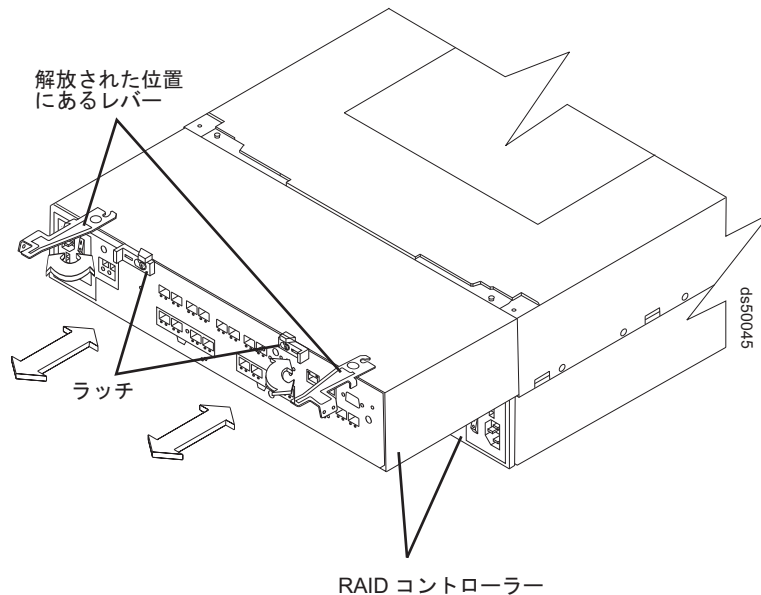

図 123. DS5100 または DS5300 からのコントローラーの取り外し
12. コントローラー・レバーを解放し、コントローラーを取り外してください。図 123 に、ストレージ・サブシステム・シャーシからスライドするコントローラーを示します。